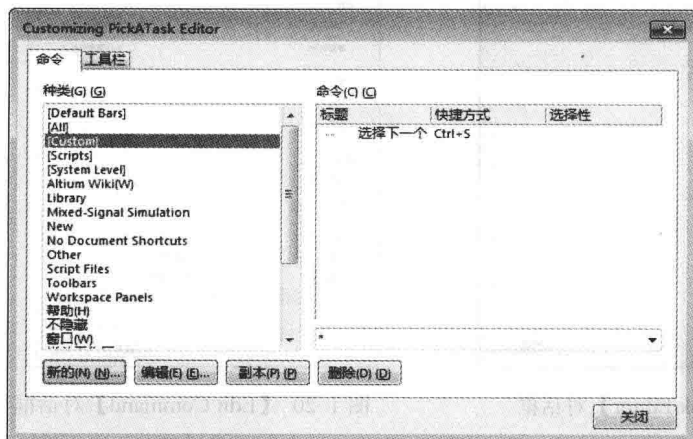

图 1-23 新建命令完成
(6) 单击 **确定** 按钮, 返回【Customizing PickATask Editor】对话框。左侧的命令【种类】列表中, 增加了一项【Custom】, 而新建的命令则出现在右侧相应的【命令】列表中, 如图 1-23 所示。